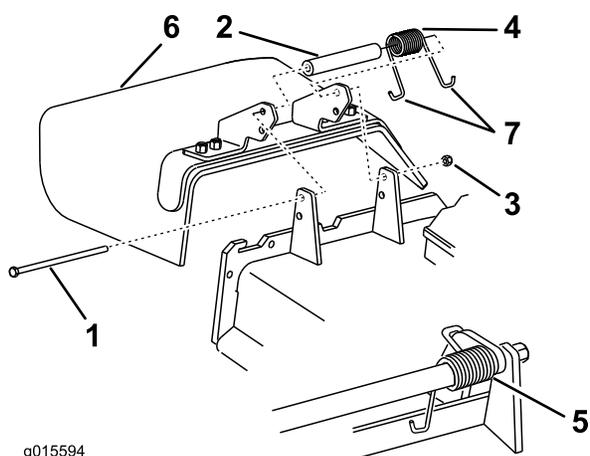

Figure 89
1. Retirez le contre-écrou, le boulon, le ressort et l'entretoise qui fixent le déflecteur aux supports de pivot (Figure 89).
Remarque: Prenez soin de placer 1 extrémité en J du ressort derrière le bord du plateau avant de mettre le boulon en place, comme montré à la Figure 89.
6. Accrochez 1 extrémité en J du ressort au déflecteur d'herbe (Figure 89).